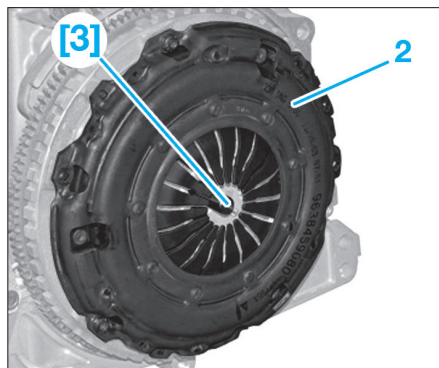

FIG. 3
- A l'aide de l'outil [3], centrer le disque d'embrayage (3).
- Reposer le mécanisme d'embrayage (2) sans déposer l'outil [3] (Fig.3).